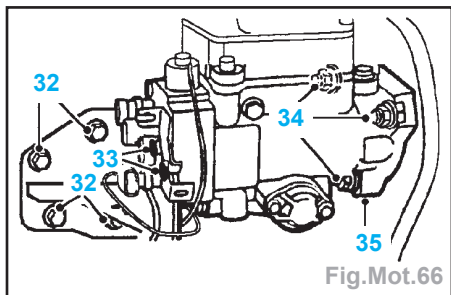

Fig.Mot.66
- Enlever les 4 boulons (32) maintenant le support de soutien de pompe d'injection sur le moteur (Fig.Mot.66).